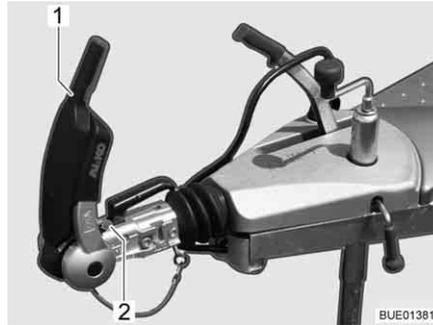

Bild 199 Anzeigebereich Reibbeläge vorn und hinten
- Stabilisierungsgriff (Bild 199,1) öffnen.
Die Kontrolle erfolgt über die Anzeige vor dem Kupplungsgriff (Bild 199,2).